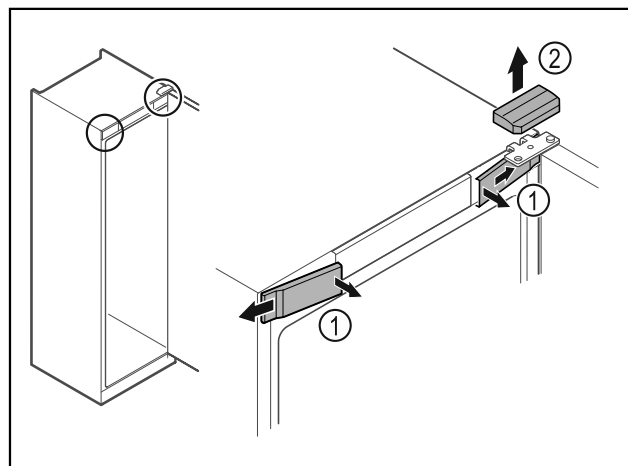

Fig. 11
- ▶ Ξεκουμπώστε εσωτερικά τα μπροστινά καλύμματα Fig. 11 (1) και αφαιρέστε τα προς το πλάι.
- ▶ Αφαιρέστε προς τα επάνω το επάνω κάλυμμα Fig. 11 (2).